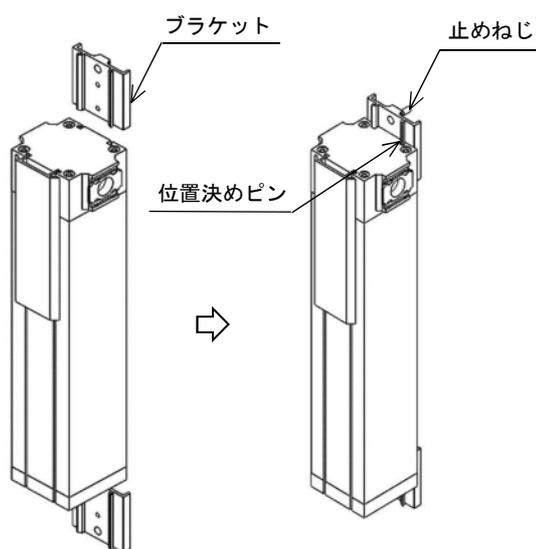

図 2
- 1) オプションのブラケットを使用する場合は、窒素ガス精製ユニット本体のレール溝にブラケットを差し込み、ストッパピンで位置決め後、止めねじで固定してください。止めねじは 3N・m 程度の締付けトルクでねじ込んでください。（図 2 参照）